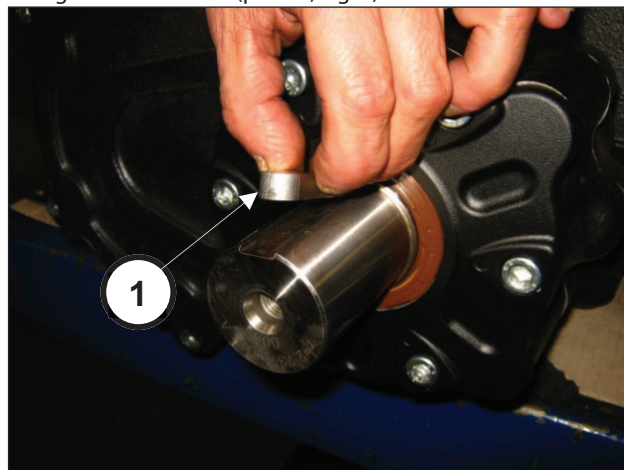

Fig. 2
Svuotare completamente la pompa dall'olio, quindi rimuovere la linguetta dall'albero (pos. ①, Fig. 2).